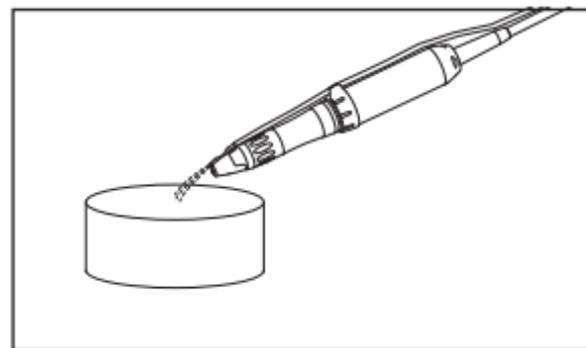

Fig. 9
- 4) Operar a peça de mão enquanto passar água limpa no bico de irrigação através do tubo de irrigação, durante pelo menos 20 segundos para remover os fluidos na peça de mão (Fig. 9). Ao utilizar o instrumento, rode o anel de bloqueio da broca para a posição CLOSE. Depois de a rotação ter parado completamente, toque na cabeça do instrumento para confirmar que NÃO está demasiado quente.